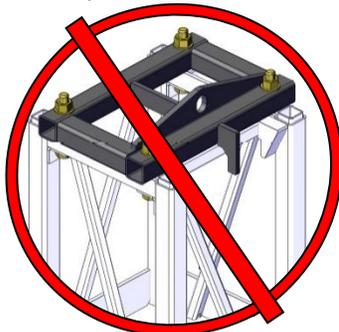

Figure 45 – Incompatibilité entre la section de fin de mât et les élingues
- Les sections de fin de mât doivent être retirées avant de positionner les élingues ou les courroies (*Figure 45*).